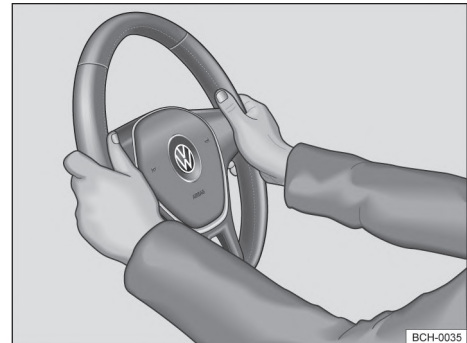

Fig. 62 En el volante: posición 9 y 3 horas.
- Ajustar la posición del volante de forma que pueda sostenerlo lateralmente por el borde exterior en las posiciones equivalentes a las 9h y a las 3h → fig. 62 con ambas manos y los brazos ligeramente doblados.
- Empuje la palanca ① siempre por su mango con firmeza hacia arriba después del ajuste, para bloquear la posición del volante.
- Durante la marcha, siempre sujetar el volante con ambas manos lateralmente en el borde exterior *la posición equivalente a las 9h y a las 3h* → fig. 62, para reducir las lesiones provocadas por un disparo del airbag frontal del conductor.